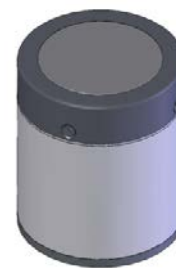

Bild 4
5. Se till att skyddsringen (B) ligger på den keramiska stoppringen (C) och keramiska plattan (A) och fäst jämnt med 4 skruvar (F) (Bild 4).